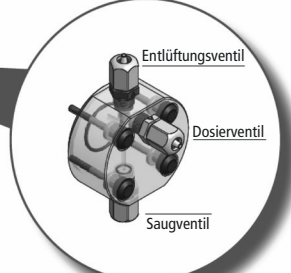

Abb. 2.3 Beschreibung der Pumpe
- Schließen Sie den BNC-Stecker des Leermelders an den Anschluß „LEVEL“ der Dosierpumpe an (siehe Abb. 2.3).